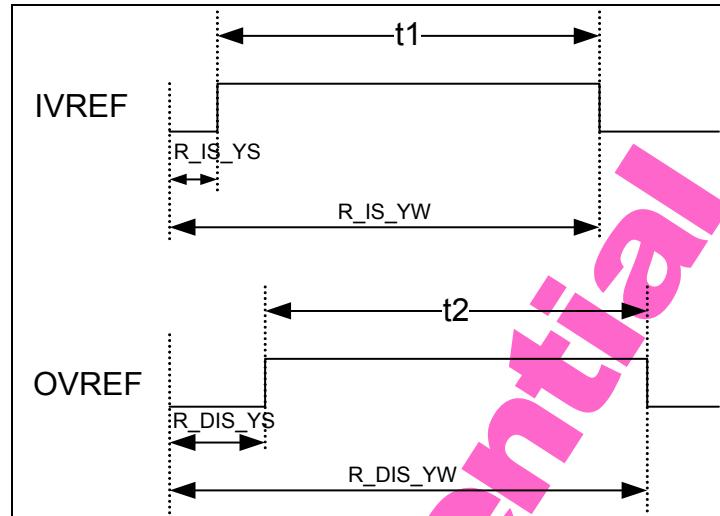

Figure 6-14 Timing Adjustment VREF Information
1. IVREF (t1) 總長度與OVREF (t2) 相近且小於OVREF (t2) (參考 Figure 6-14)。